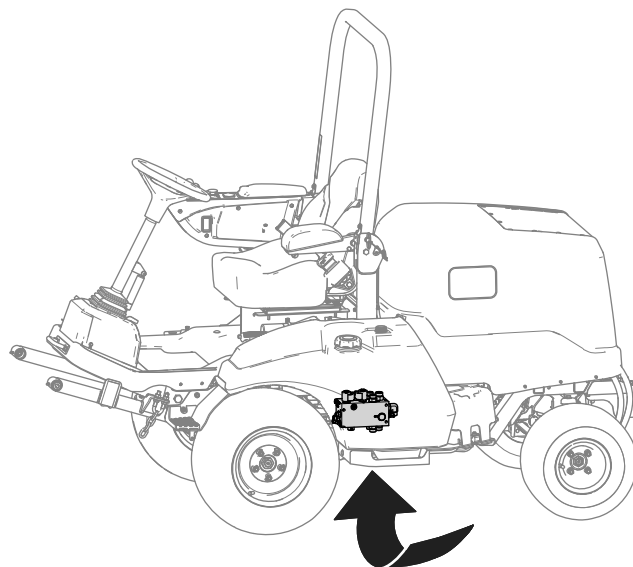

Figure 5
1. Localisez le collecteur de levage sous la machine (Figure 5).